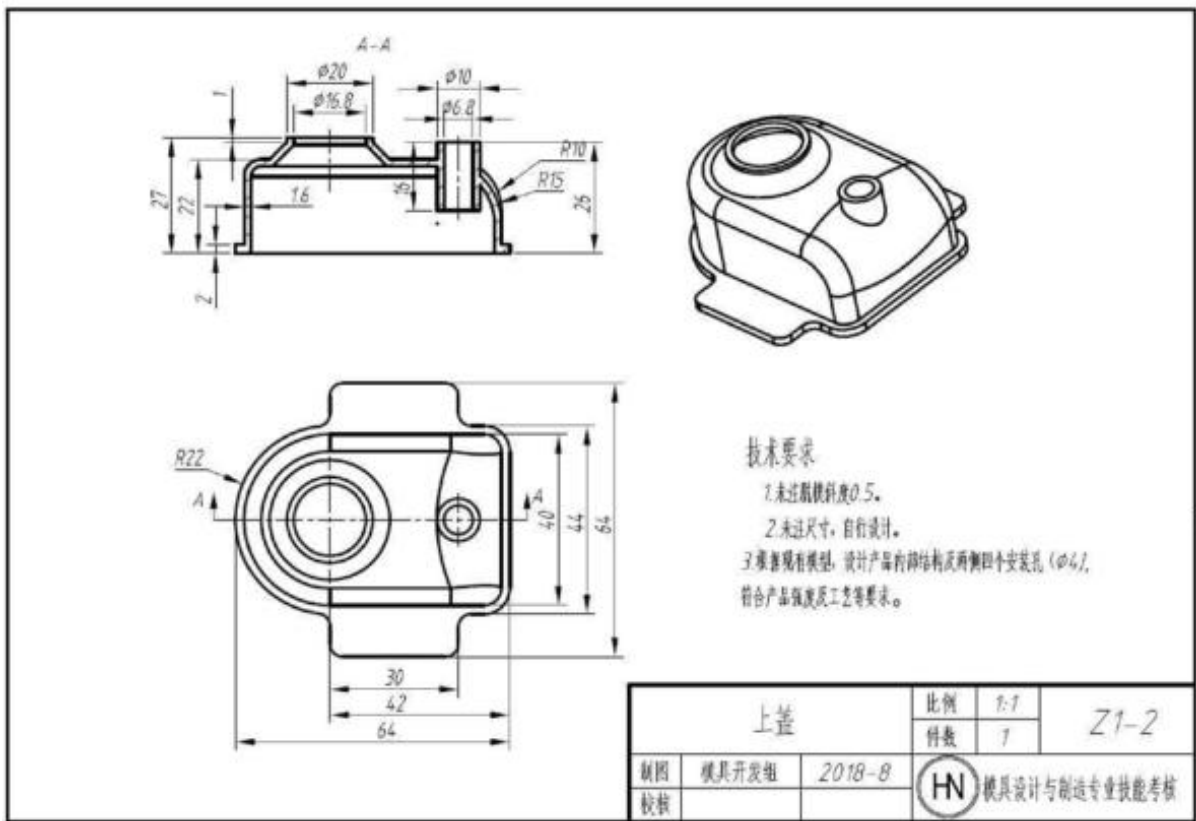

图 Z1-2 上盖-2
按照图 Z1-2 的要求，对上盖-2 进行产品造型、结构与 3D 打印。
(1) 在 F 盘下建立考生文件夹，文件夹名称为“场次-工位号-3DDY”，产品设计与 3D 打印的结果文件均保存于此文件夹中，否则计零分；
(2) 根据图 Z1-2，使用 CAD 软件完成产品的三维建模；
(3) 进行产品改进设计：设计与下盖的连接结构(两侧凸缘上 4 个 $\phi 4\text{mm}$ 安装孔)，在顶面合适部位设计凸起的“3D 打印”文字标志，并使产品符合强度及工艺性等要求。设计的产品模型以文件名“Z1-2”保存在考生文件夹中；
(4) 将产品三维模型转换为 3D 打印机可识别的格式，保存在考生文件夹中；
(5) 正确载入模型，调整到最佳位置；
(6) 合理设置与调整打印参数，充分考虑材料的利用率；
(7) 正确操作 3D 打印机，完成模型打印；
(8) 对打印的零件进行后处理（含去支撑、粘接等），不能对产品零有损伤；
(9) 产品材料：ABS。